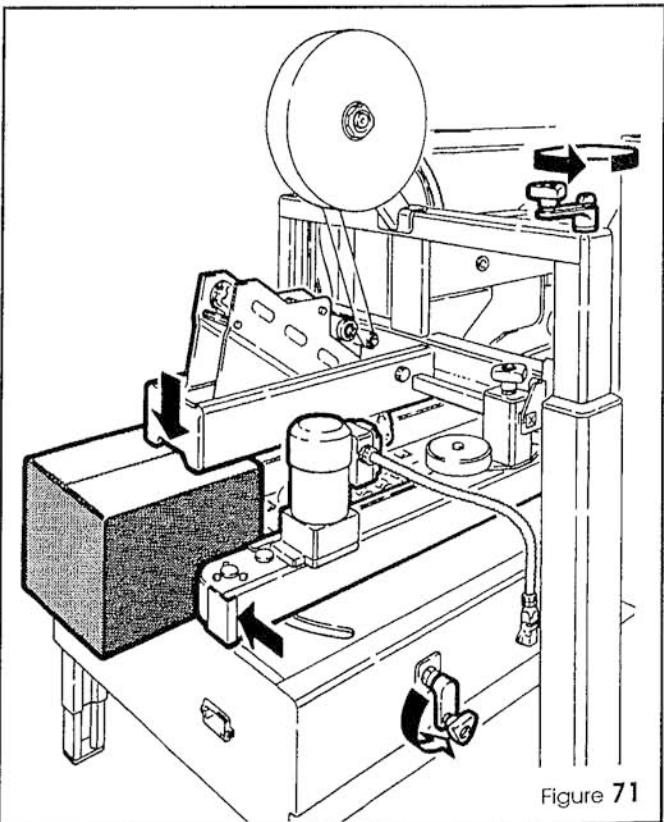

Figure 71
*Einen gefüllten Karton mit geschlossenen oberen Klappen, wie in Figure 71 gezeigt, am Auslauf der Maschine positionieren. Seitengurte zusammenfahren, bis die Gurte sicher greifen. Oberen Kopf herunterkurbeln, bis er den Karton oben leicht berührt.*